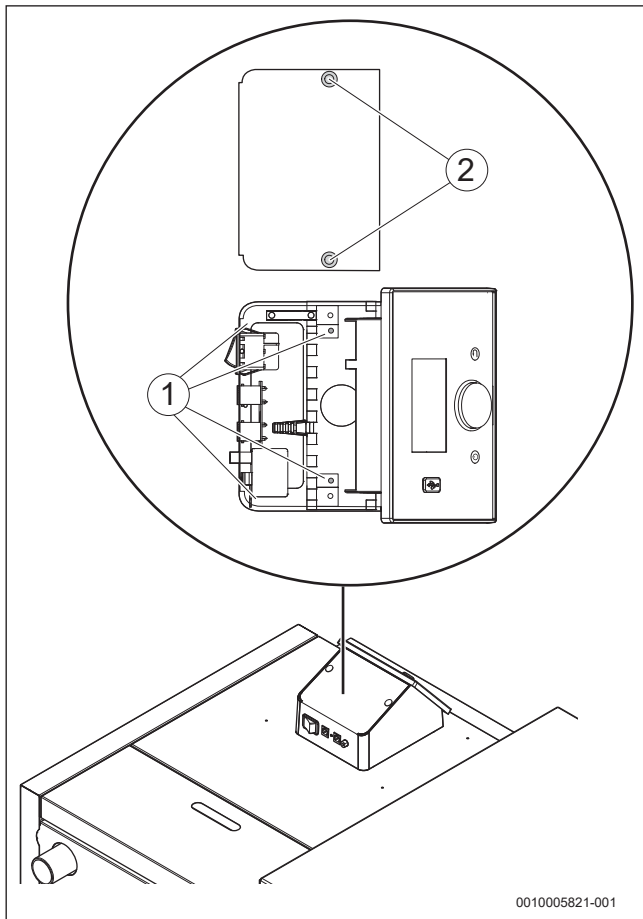

Рис. 30 Монтаж системы управления
- ▶ Снимите крышку системы управления (→ рис. 30).
- ▶ Установите систему управления на крышку котла и закрепите винтами (→ рис. 30, [1]).
- ▶ Установите крышку системы управления после подключения всех проводов на систему управления и закрепите винтами (→ рис. 30, [2]).